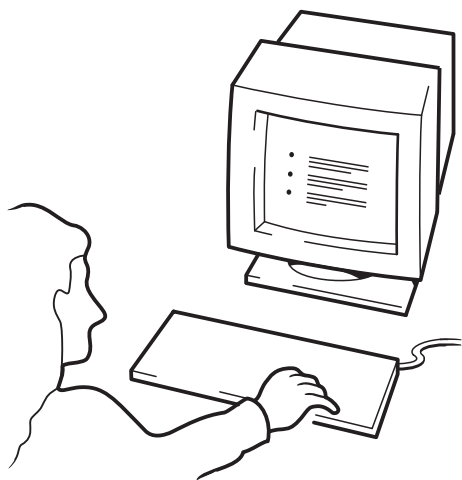

图 10c: 使用 HP OBDR, 第三步
- 3 请按照屏幕上显示的说明设置操作系统（见图 10c）。（屏幕上显示的说明将随备份软件变化。）通常，您可以接受对所有提示的缺省响应，例如按下 <Enter> 键即可。